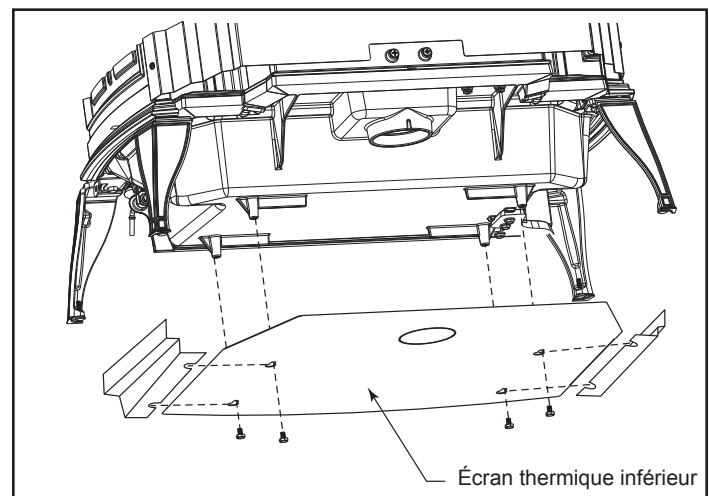

Figure 3.4 – Montage de l'écran thermique inférieur.
1. Installez les (4) boulons hexagonaux de 1/4-20 x 3/8 po fournis dans la pochette du manuel et insérez-les dans les quatre trous situés sous le poêle (figure 3.4).
2. Alignez les trous principaux dans l'écran thermique inférieur sur les quatre boulons à tête hexagonale précédemment insérés dans la base (figure 3.4). L'ouverture pour l'arrivée d'air extérieur doit être dirigée vers l'arrière du poêle.
3. Attachez les côtés de l'écran thermique en faisant passer les encoches au-dessus des têtes des boulons. Serrez les boulons à tête hexagonale (figure 3.4).